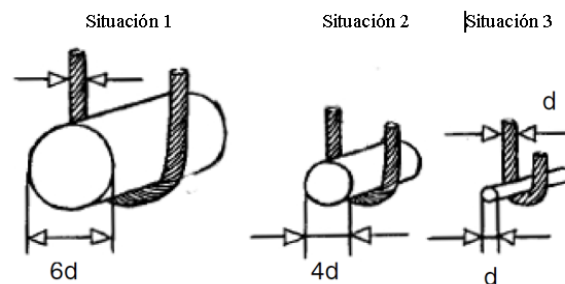

Figura 13
31. Se representa en la figura 13 tres situaciones distintas de apoyo de la gaza u ojal flexible de una eslinga.